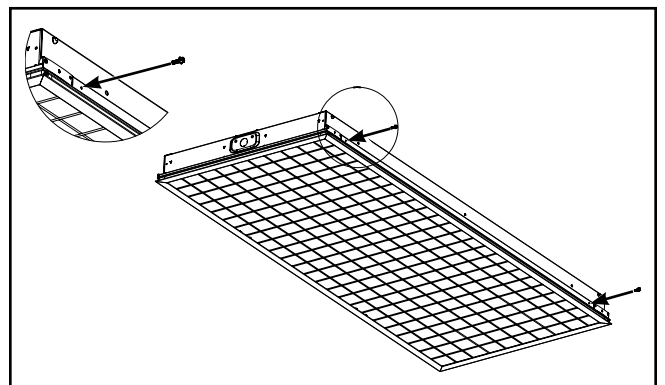

Figure 2.
2. Après avoir verrouillé l'encadrement sur le luminaire, utilisez les deux vis fournies pour le sécuriser au boîtier. À l'aide d'un tournevis à tête hexagonale de 6,35 mm (1/4 po) ou d'un tournevis à tête plate, vissez chaque vis dans les trous du rail de verrouillage de l'encadrement à côté des verrous (voir la Figure 2).